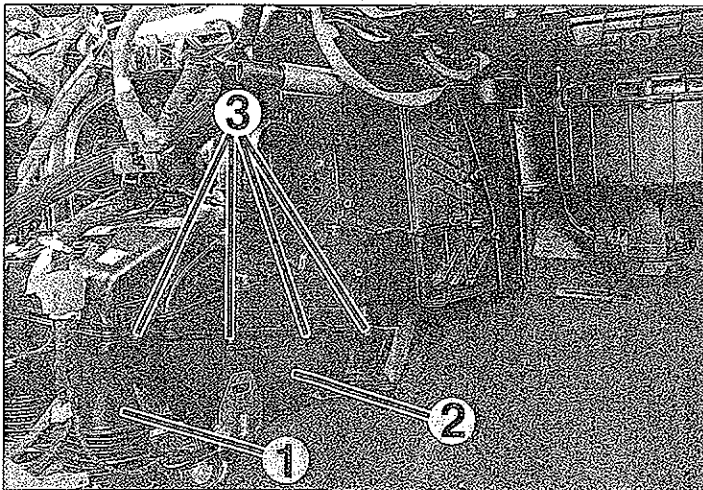

FIG. 21
- la tubería (1) de reparto de aire al suelo (fig. 21).
- Desmontar los tornillos de fijación (3) de la carcasa inferior (2) del radiador de calefacción.